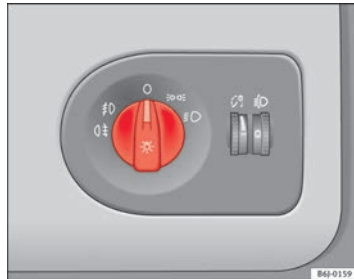

Abb. 54 Ausschnitt aus der Instrumententafel: Schalter für Licht, Nebelscheinwerfer und Nebelschlussleuchte
- Drehen Sie den Lichtschalter ⇒ Abb. 54 in Stellung ☀️.